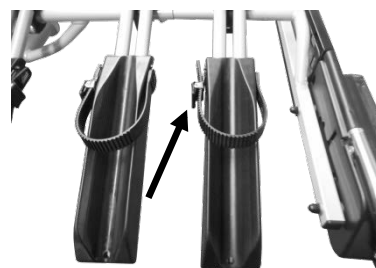

Figura 8: Posizione di montaggio chiusure
- Posizionare la barra di espansione sui manicotti (figure 6 e 7). Così facendo, le chiusure delle cinghie dei portaruote devono essere rivolte anteriormente nel senso di marcia (figura 8).